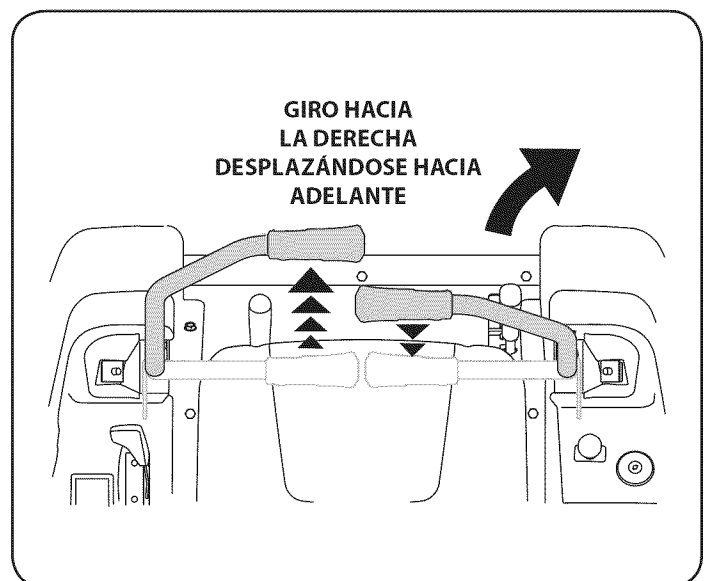

Figura 15
2. Para girar a la derecha, mueva la palanca de control del lado derecho hacia atrás respecto de la palanca izquierda. Vea la Figura 15.